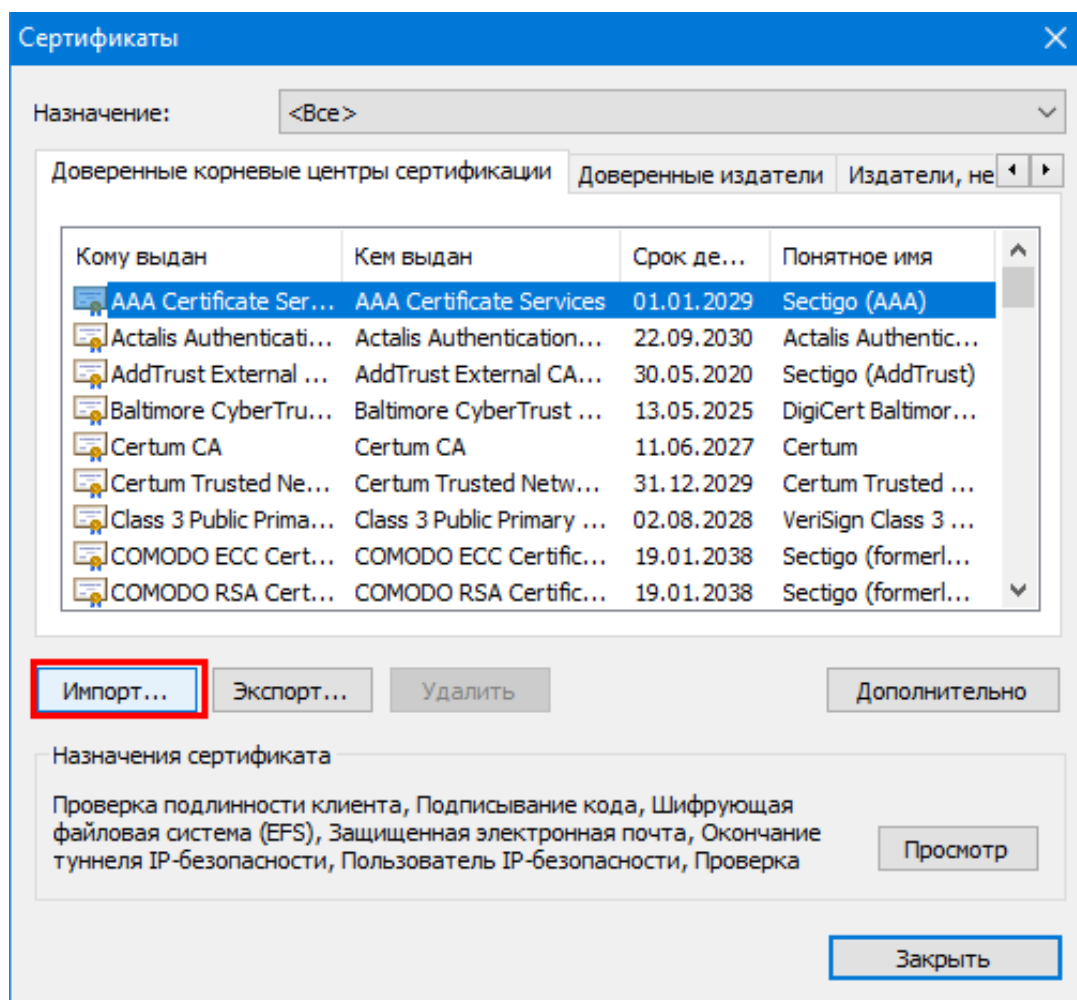

Рисунок 528 - Импорт
12. Перейдите на вкладку **Доверенные корневые центры сертификации** и нажмите **Импорт** (Рисунок 528).